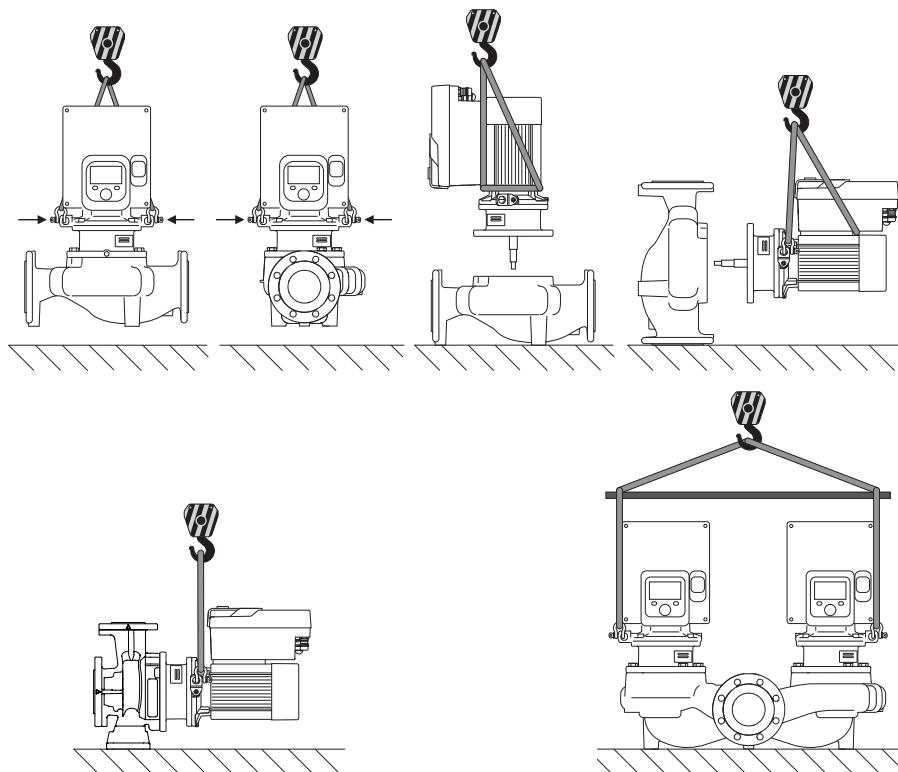

Fig. 6: Smjer dizanja
Pumpu valja transportirati dopuštenim sredstvima za prihvatanje tereta (koloturnikom, dizalicom itd.). Sredstvo za prihvatanje treba pričvrstiti na transportne ušice na prirubnici motora. Po potrebi, omče za podizanje gurnite ispod adapterske ploče (Fig. 6).
2. Utični komplet (Fig. 4) za osiguranje prikladnim sredstvima za podizanje pričvrstite na transportne ušice. Kako se jedinica ne bi prevrnula, omotajte petlju pojasa prema Fig. 6 oko motora i adaptera elektroničkoga modula. Pri učvršćivanju izbjegavajte oštećenje elektroničkog modula.